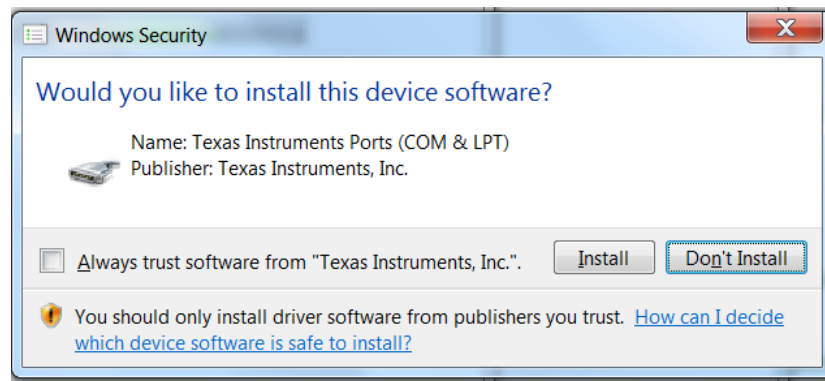

图 28. Windows Security Dialog Box
- Windows 7 displays the Windows Security message shown in 图 28. Click the *Install* button.